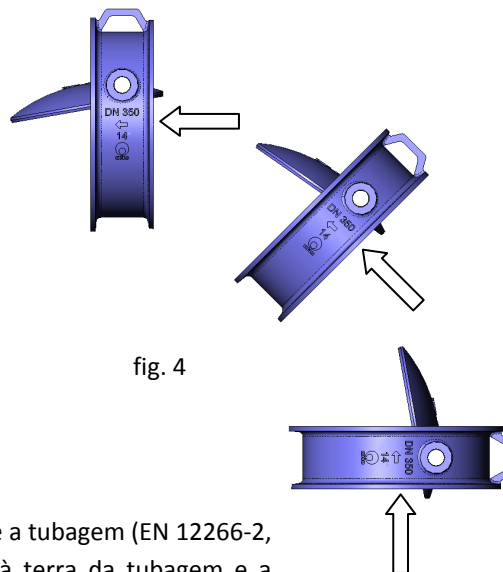

fig. 4
POSIÇÕES DE MONTAGEM (fig. 4)
- Quando a válvula tiver contrapeso, podemos montar a válvula em qualquer uma das 3 posições que indicamos na fig. 4, mas o contrapeso fará sempre uma rotação de $+45^\circ$ a -45° relativamente ao plano horizontal; se for necessário, moveremos o mesmo.